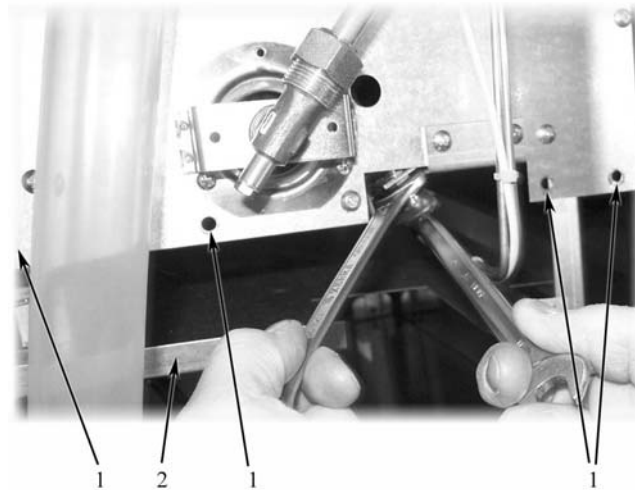

Abb. 6
- Die Klappen öffnen, die Schrauben lösen, mit denen die untere Schutzvorrichtung des Abgaskastens (Pos. 1 auf Abb. 6) befestigt ist, und diesen absenken;